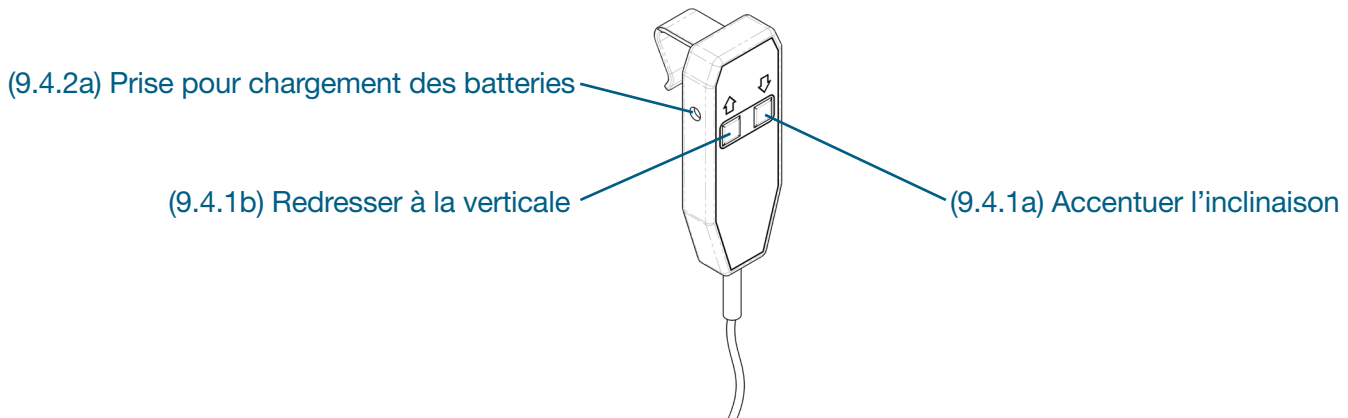

Fig. 9.4
9.4 FONCTIONNEMENT DE LA MANETTE DE CONTRÔLE (fig. 9.4)